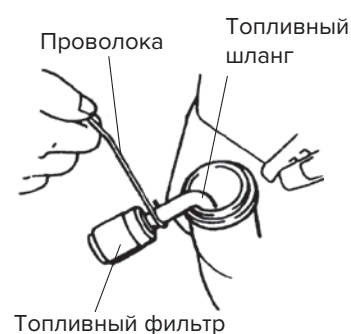

Рис. 19b
3. С помощью проволоочного крючка аккуратно вытяните топливный фильтр через горловину топливного бака (рис. 19b).